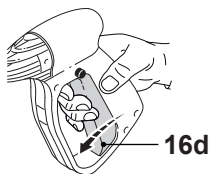

Fig. 20
1. Liberte o gatilho (16d) (Fig. 20).